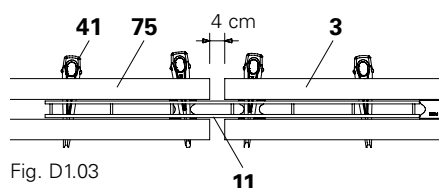

Fig. D1.03
Con giunzione VKZ (11) e cuneo KZ (41). La distanza tra i correnti in acciaio SRU (75) e SRZ (3) è di 4 cm. (Fig. D1.03)